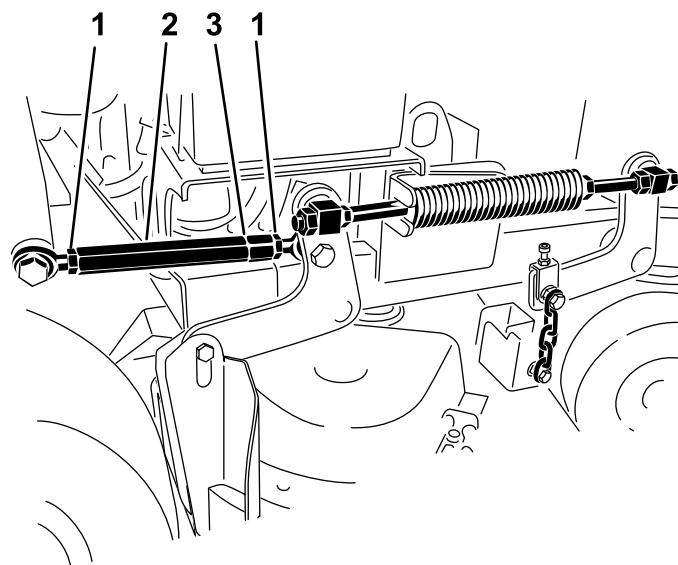

Bild 83
4. Lösen Sie die Klemmmuttern an beiden Seiten der Spannschraube (Bild 83).
Hinweis: Das Ende der Spannschraube mit der Rille hat ein Linksgewinde (Bild 83).